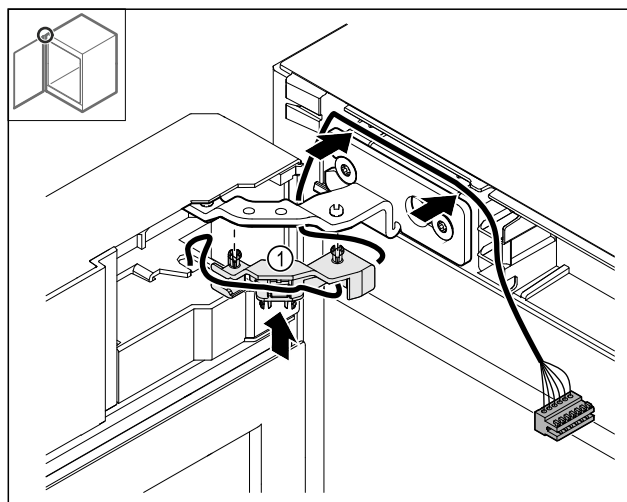

Fig. 48
- Zatlačte držák kabelu Fig. 48 (1) do závěsu.